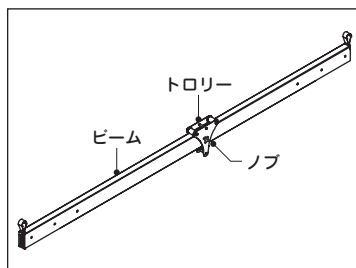

図6
- ① ビームにトロリーを入れてビームの真ん中に置き、トロリーのノブを締めて、固定してください。(図6)